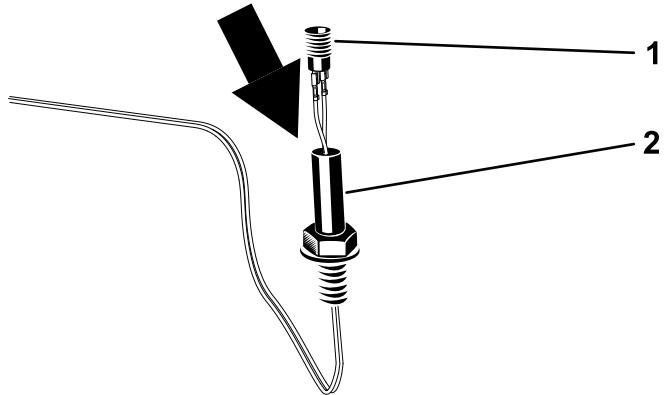

Bild 7
- Drehen Sie die Rundumleuchtenfassung, um den Rundumleuchtenanschluss in die Rundumleuchtenfassung zu stecken (Bild 7).